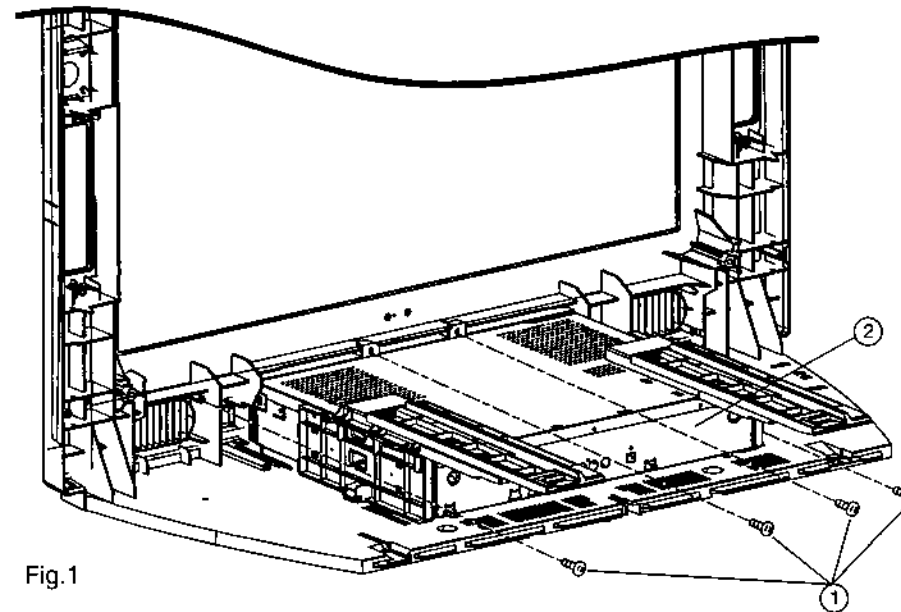

Fig.1
- 3 - Remove the screws (1) and lift off the DVD player (2) (Fig.1).
- 3 - Retirer les trois vis de fixation (1) et déposer le lecteur de DVD (2) (Fig.1).
- 3 - Entfernen Sie die Schrauben (1) und heben Sie den DVD-Spieler heraus (2) (Fig.1).
- 3 - Togliere le viti (1) e estrarre il DVD (Fig.1).
- 3 - Retirar los tornillos (1) y levantar verticalmente el reproductor DVD (2) (Fig.1).